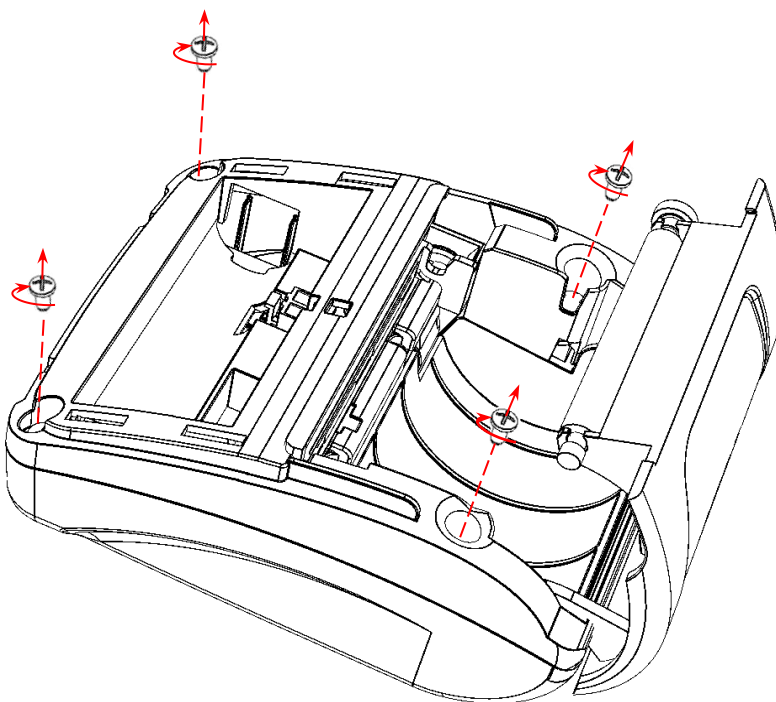
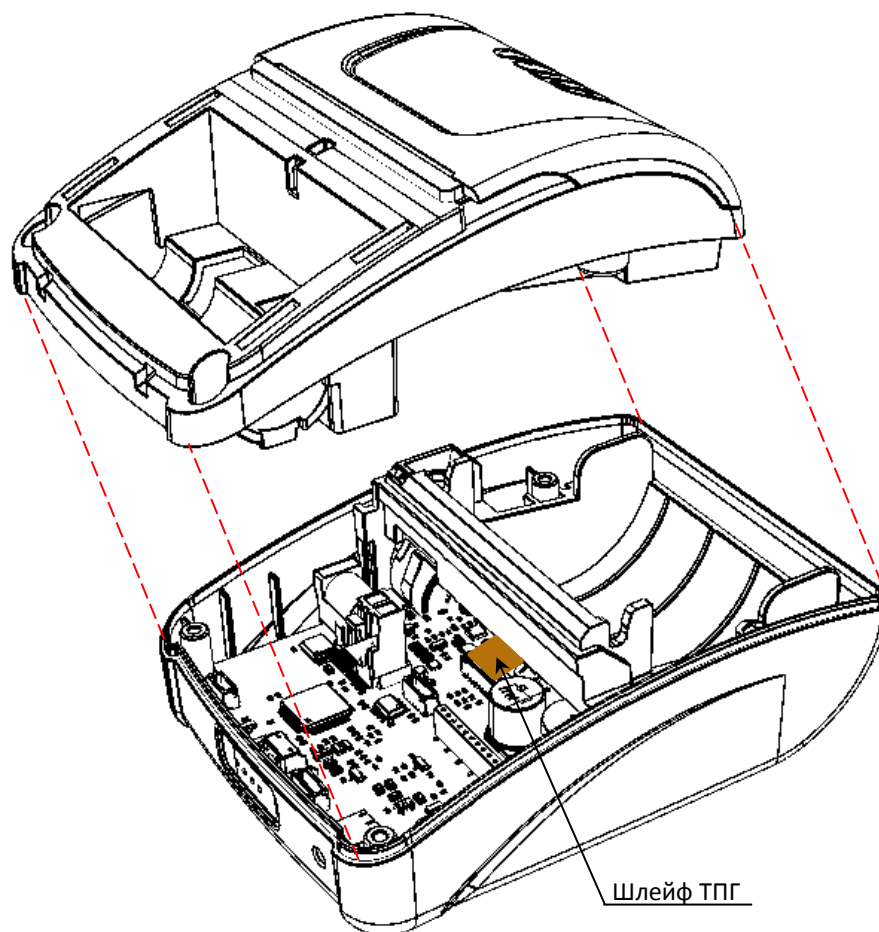

Рисунок 13. Винты крепления верхней и нижней части корпуса ККТ
Рисунок 14. Шлейф ТПГ, подключенный к разъему ХТ8 БУ
12. Совместить верхнюю часть корпуса с крышкой лотка для ЧЛ с нижней частью (см. рисунок 14), вкрутить винты (рисунок 13).